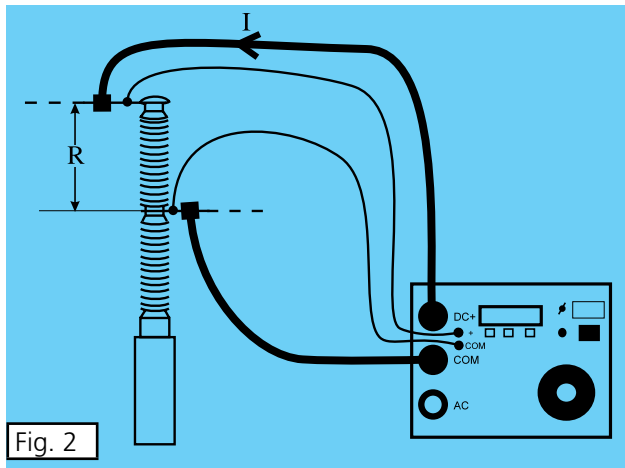

Fig. 2
- OBS** För att få korrekta mätdata så måste avkänningskablarna anslutas innanför strömkablarna. Se fig. 2.